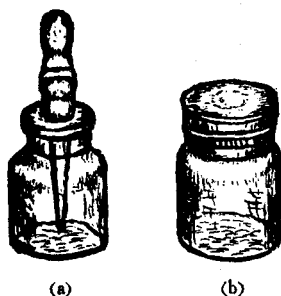

图 4 试剂瓶
4. 试剂瓶 如图4(a), 是装溶液用的小试剂瓶, 亦称胶帽滴瓶。图4(b)是装固体试剂用的, 上有磨口玻璃盖。两者容积皆为30—50毫升。